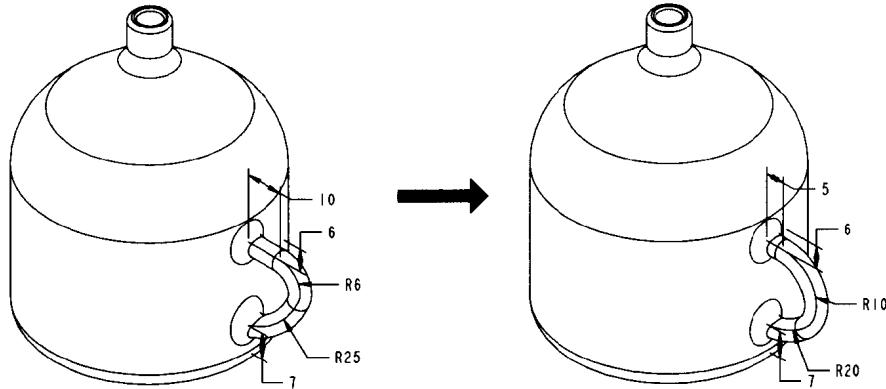

图1.13
(2) 改变水壶把手造型：如图 1.13 所示，可以借助把手尺寸的修改，来改变水壶把手的造型。